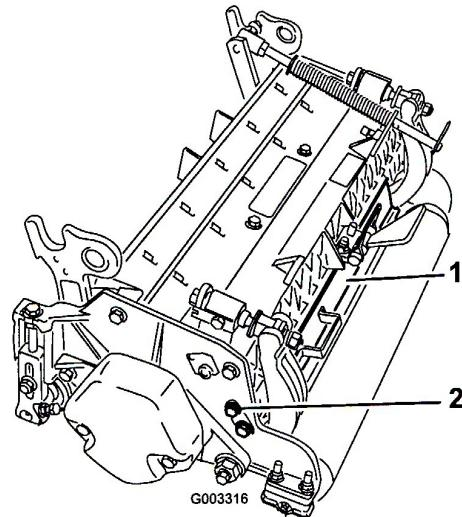

図 4
1. 後シールド（図 4）を開けるには、シールドを左サイドプレートに固定しているキャップスクリュをゆるめ、シールドを開位置にセットし、キャップスクリュを元のよう締めてください。